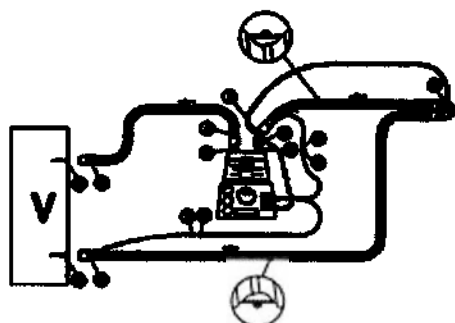
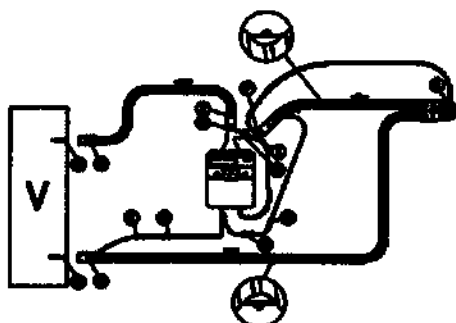

Рисунок 2
Рисунок 3
9. Информация о порядке установки, монтажа, настройки, калибровки и иных действиях, необходимых для ввода медицинского изделия в эксплуатацию	ИНСТРУКЦИЯ ДЛЯ ПОЛЬЗОВАТЕЛЯ: Для того чтобы присоединить контур к увлажнителю вентилятора, надо сделать следующее: 1. Извлеките контур из заводской упаковки. 2. Присоедините не нагреваемую часть патрубка вдоха (A) к входу увлажнителя (A1). 3. Присоедините второй патрубок вдоха (B) к выходу увлажнителя (B1). 4. Присоедините магистраль вдоха контура (C) к порту вдоха аппарата ИВЛ (C1). 5. Соедините магистраль выдоха контура (D) с портом выдоха аппарата ИВЛ (D1). 6. Вставьте температурный датчик больного в соответствующий порт коннектора (E). 7. Если увлажнитель снабжен датчиком мониторинга температуры газа на выходе, датчик следует вставить в порт коннектора на выходе увлажнителя (F). Некоторые контуры могут быть снабжены двумя соединителями с выходными отверстиями увлажнителей; прозрачный предназначен для увлажнителей F&P™* MR 730, HUDSON RCI™* и Bear™*; тогда как зеленый – только для увлажнителя F&P™* MR 850. Перед подсоединением зонда, убедитесь в том, что соединитель, вставленный в отверстие для увлажнителя совместим с применяемым увлажнителем. Применение несовместимого соединителя может привести к неправильной его работе или выходу из строя. 8. С помощью специального адаптера (переходника) соедините электрический коннектор провода нагрева (G) вдоха с соответствующим гнездом питающего кабеля увлажнителя (G1). 9. Если двойные дыхательные контуры используются с устройством Fisher & Paykel™* (рис. 2), красный электрический коннектор магистрали вдоха (G) соединяется с красным патрубком адаптера (G1), а синий электрический коннектор магистрали выдоха (H) – с синим патрубком адаптера (H1). 10. Если используется двойной дыхательный контур для увлажнителя HUDSON RCI™* (рис. 3), следует применять два адаптера. Соединение осуществляется следующим образом: ♦ голубой электрический коннектор магистрали вдоха (G) с помощью адаптера присоединяется к короткому концу кабеля увлажнителя с голубым коннектором (G1); ♦ желтый электрический коннектор магистрали выдоха (H) с помощью адаптера присоединяется к длинному концу кабеля увлажнителя с желтым коннектором (H1). 11. Установите на шкале увлажнителя требуемую температуру и проверьте правильность соединений, как показано на рисунках 1, 2 и 3. Контур может иметь односторонние клапаны; перед использованием таких клапанов в работе проверяйте их на рабочую функцию и направление потока.